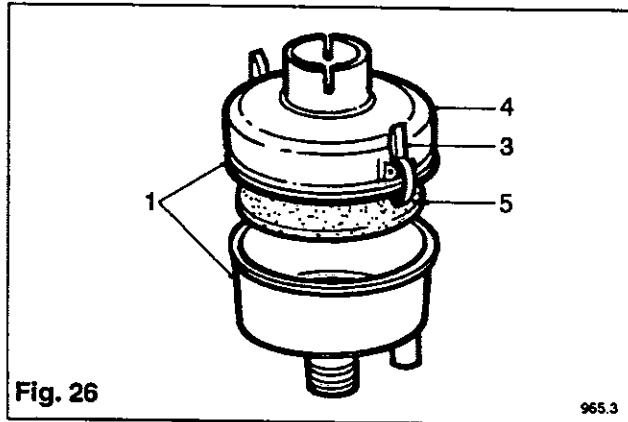

Fig. 26
Les séparateurs du reniflard en circuit fermé (1) sont montés latéralement de chaque côté du carter de distribution et sont reliés à l'admission du mélangeur du carburateur par l'intermédiaire de la soupape de reniflard (2). Pour nettoyer le séparateur du reniflard, extraire l'ensemble complet du moteur. (Fig. 26)